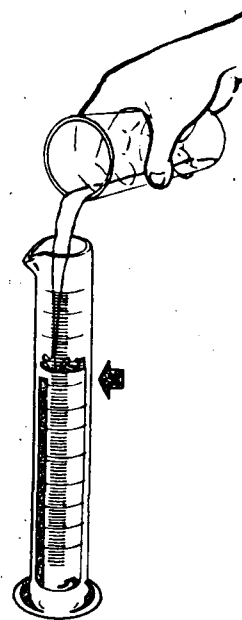

Fig. 7
- 1 Na falta de proveta graduada use um vidro de mamadeira (fig. 7).